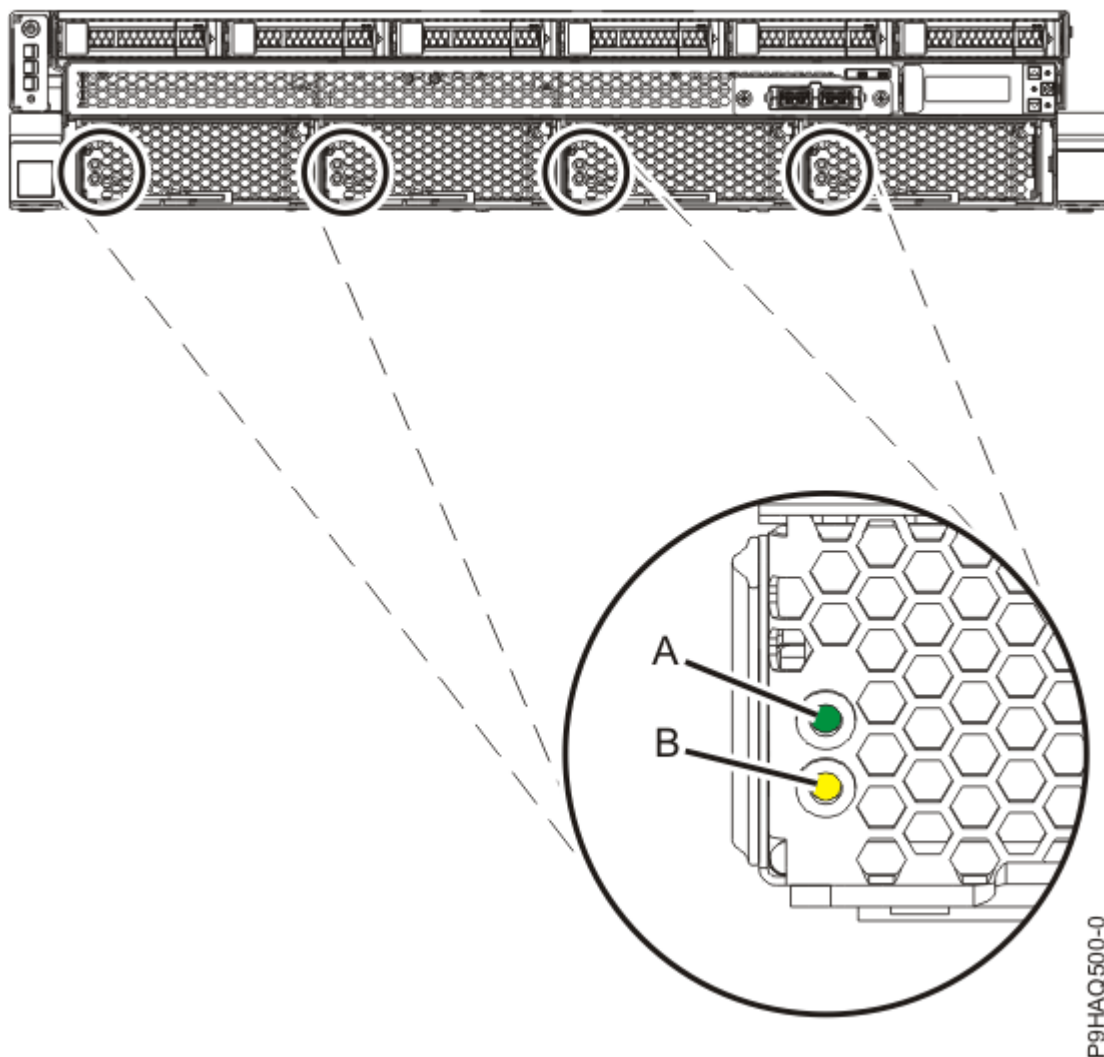

図 2. ファンの LED
- 各ファンに緑色の LED **(A)** およびオレンジ色の LED **(B)** (3 ページの図 2 を参照) があります。緑色の LED は、すべてのファンについて点灯しますが、障害のあるファンでは、オレンジ色の障害 LED が点灯しています。